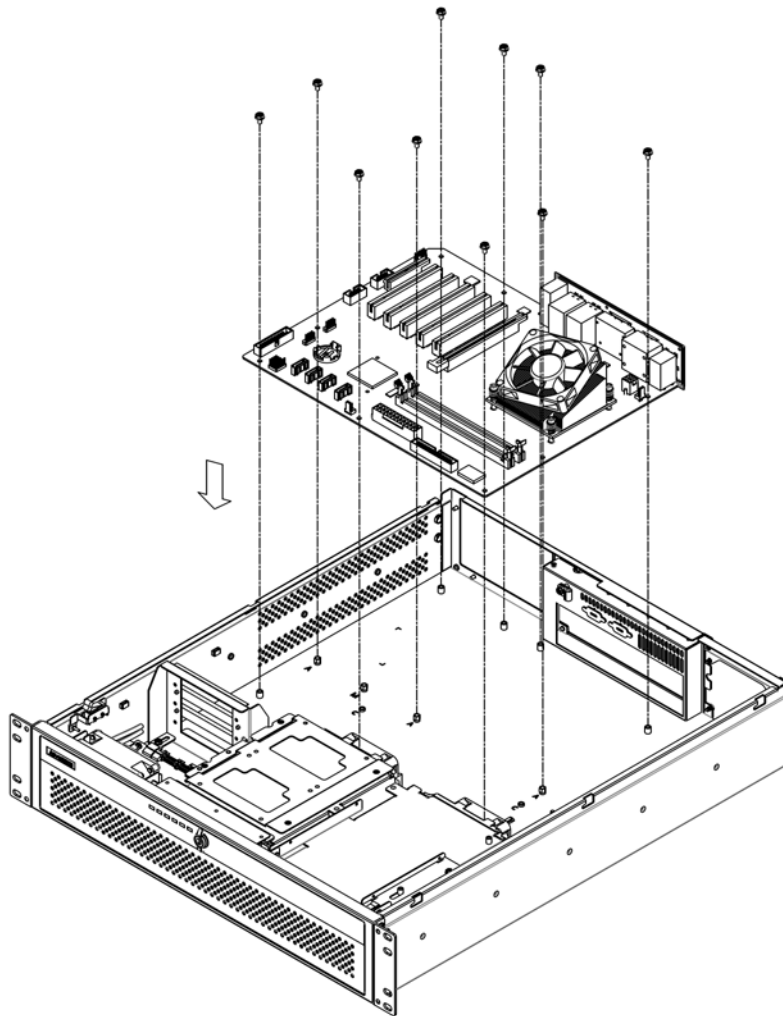

Figure 2.4 Installing a Motherboard/ 安装母板 / 安裝主機板
3. Attach the motherboard I/O shielding onto the rear plate first. Then fasten the motherboard onto the chassis. (see Figure 2.4)
3. 将母板的 I/O 屏蔽衬垫放在后面板上，然后把母板固定在机箱上（如图 2.4 所示）。